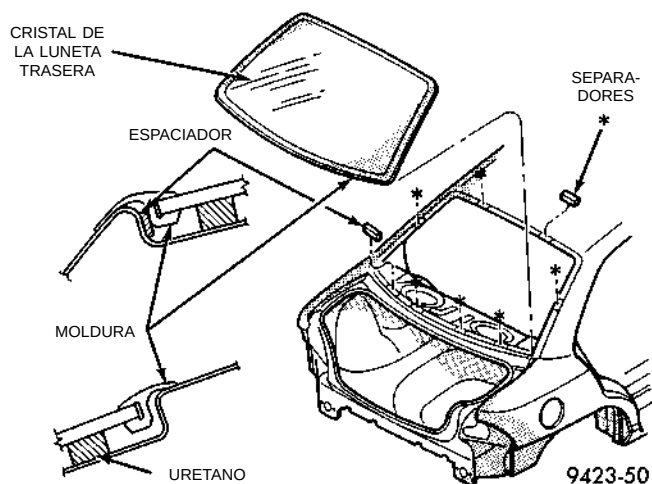

Fig. 8 Cristal de la luneta trasera
- (1) Prepare el área de trabajo, la guía de la ventanilla y el cristal de la misma manera que se describió en la sección Parabrisas de este grupo.
- (2) Coloque los separadores de guía en las posiciones que se muestran en (Fig. 8).
- (3) Instale la moldura de la luneta trasera sobre el cristal.
- (4) Aplique un reborde de 10 mm (0,4 pulgada) de uretano alrededor del perímetro del cristal.
(5) Instale el cristal de la misma manera que se describió en la sección Parabrisas de este grupo (Fig. 8).
(6) Conecte el cableado del desempañador de la luneta trasera y el tapizado interior.
(7) Una vez que el uretano se solidificó, pruebe con agua la luneta trasera para verificar la reparación. Verifique el funcionamiento del desempañador de luneta trasera. Consulte el Grupo 8N, Desempañador de luneta trasera.